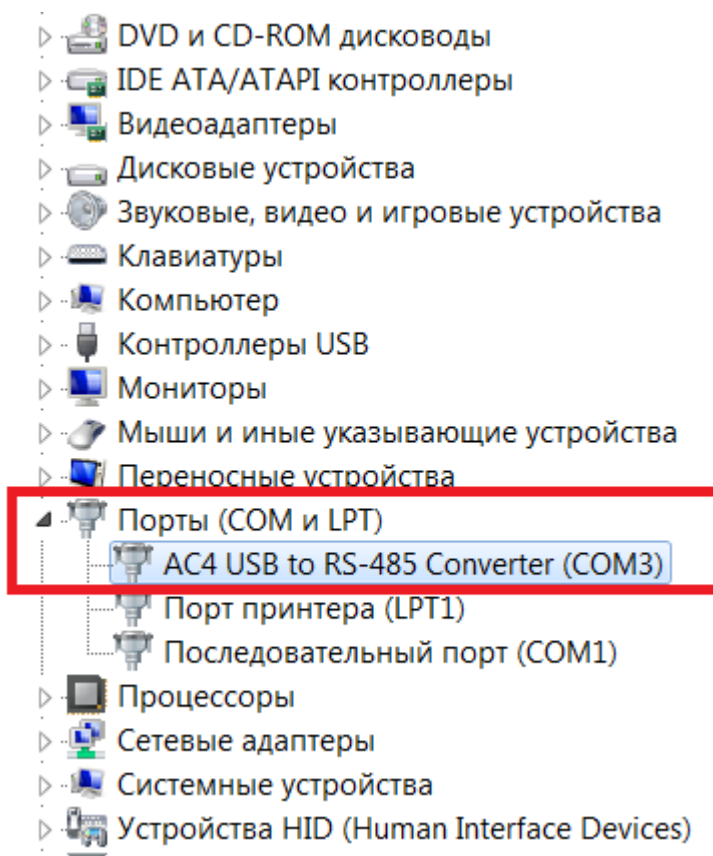

Рисунок 3.1 – Преобразователь интерфейсов АС4 в Диспетчере устройств
В качестве примера рассматривается подключение ПЧВ к ПК через преобразователь ОВЕН АС4. После установки драйверов АС4 преобразователь будет определен как новое устройство в Диспетчере устройств ПК (см. рисунок 3.1).
- **Имя порта** – номер COM-порта из Диспетчера устройств Windows (рисунок 3.1);